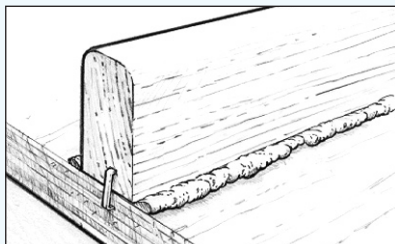

Figure 11 Serrer en place les éléments avant que l'époxy ne se gélifie.
3. Serrez les pièces. Utilisez des dispositifs de serrage adéquats pour maintenir les composants en place. Serrez juste assez pour qu'une petite quantité de mélange époxy épaissi s'échappe de la jointure. Cela indique que l'époxy est bien mis en contact sur les deux surfaces d'assemblage (*Figure 11*). Évitez de serrer trop fort, car cela pourrait expulser tout le mélange époxy de la jointure.